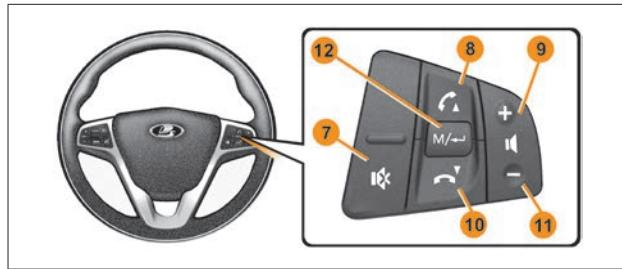

Рис. 2. Блок управления мультимедийной системой
- выключатель «» – выбор источника (радио/USB/SD), (рис. 2, п. 12);